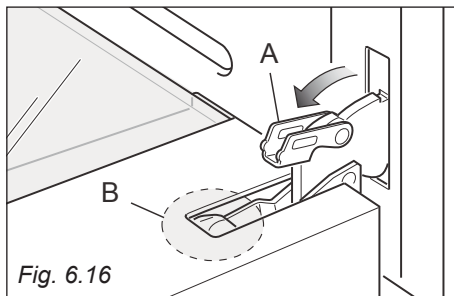
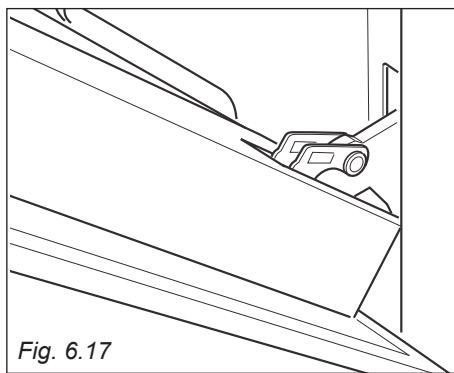

Fig. 6.16
Fig. 6.17
- Aprire completamente la leva "A" delle cerniere destra e sinistra (fig. 6.16).
- Socchiudere dolcemente la porta (fig. 6.17) fino a quando le leve "A" delle cerniere destra e sinistra si agganciano alla parte "B" della porta (fig. 6.16).